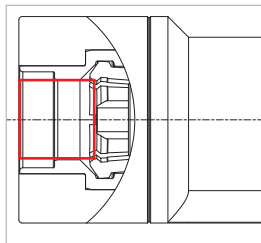

Abbildung 12
- ▶ Spülen Sie vor der Überprüfung unbedingt das WEH® Produkt mit Druckluft oder Stickstoff an folgenden Stellen (*Abbildung 12*):